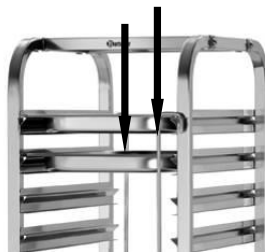

Fig. 4
- A seconda delle necessità, collocare i recipienti nelle guide e metterli in sicurezza, davanti e dietro, con gli appositi blocchi, che dovranno essere sollevati e posti davanti ai recipienti (**fig. 4**).